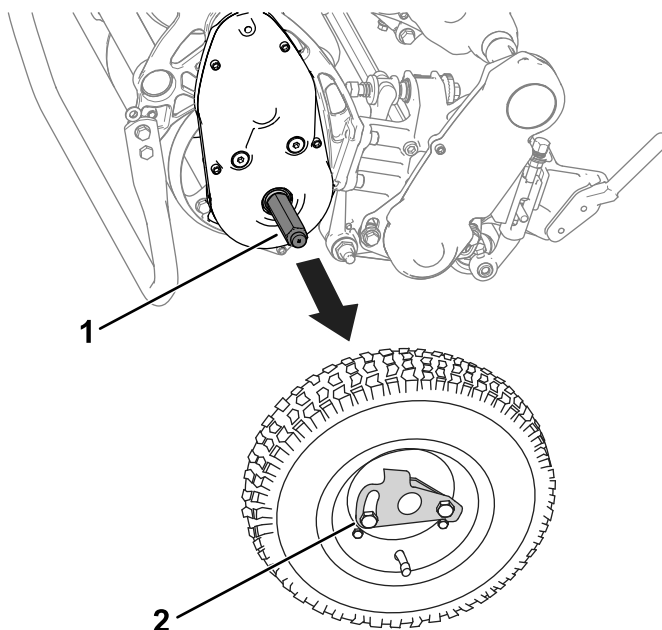

Рисунок 20
3. Снимите транспортные колеса, выдвинув зажимы транспортных колес с осей (Рисунок 20).